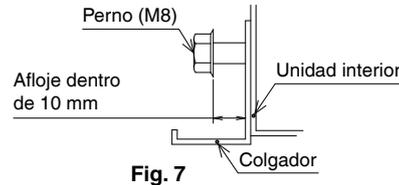
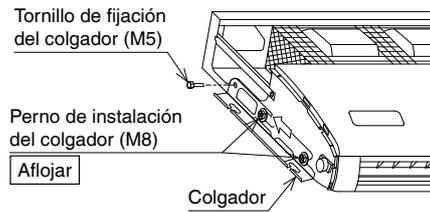

Fig. 7
Fig. 8
- Afloje 2 pernos para instalar el colgador en ambos lados (M8) (4 lugares a la izquierda y derecha) dentro de 10 mm. **(Consulte la Fig. 7 y la Fig. 8)**
- Retire el tornillo del montaje para el colgador en el lado posterior (M5) y jale el colgador hacia atrás (en dirección de la flecha) para retirar. **(Consulte la Fig. 8)**